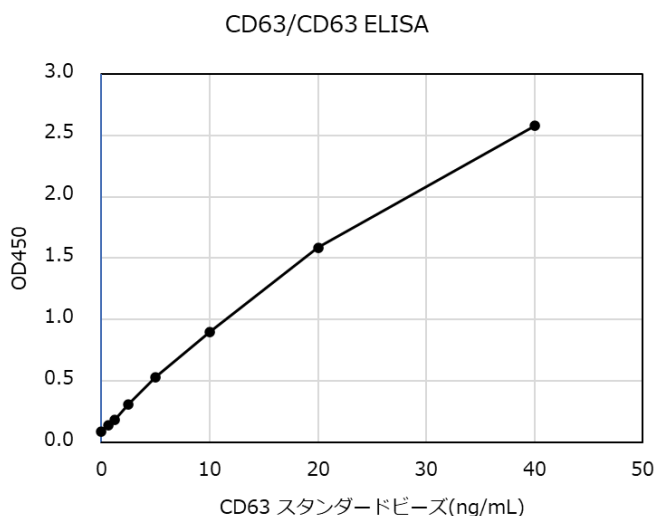

図1 CD63 スタンダードによる標準曲線
14. 横軸に CD63 スタンダード濃度、縦軸に吸光度を取り、標準曲線を描きます（図 1）。